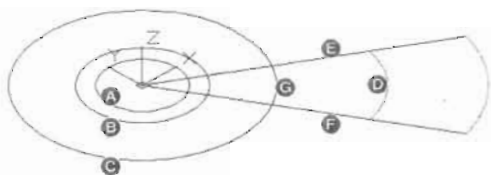

图 13-139
(2) 把视图调整为西南等轴测视图, 如图 13-139 所示。